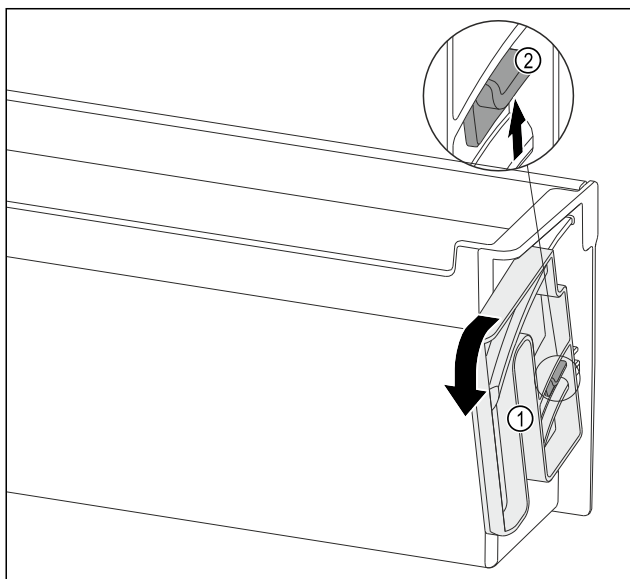

Fig. 150
- ▶ Vrtljivo enoto Fig. 150 (1) obrnite do konca v navedeno smer.
- ▶ Spono Fig. 150 (2) potisnite navzgor in odstranite vrtljivo enoto Fig. 150 (1).